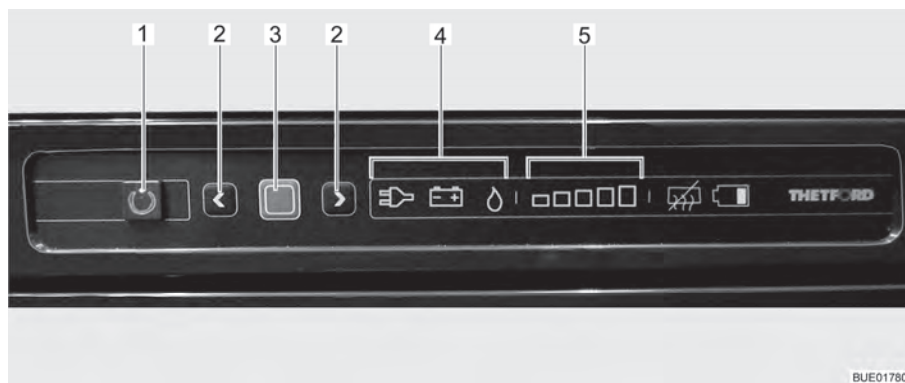

Bild 123 Reglage, knappar för kylskåpet
Det aktuella driftläget visas med en tänd symbol (Bild 123,4) på kontrollenheten.
När kylskåpet slås på väljs automatiskt den senast valda termostatinställningen. Denna inställning kan ändras manuellt med pilknapparna (Bild 123,2). De lysande staplarna på kylnivåindikatorn (Bild 123,5) visar den valda termostatinställningen. Med hjälp av pilknapparna ställs kyltemperaturen in för alla tre energikällorna. Det tar alltid några timmar innan man har en normal drifttemperatur i kylskåpet. Om en omkoppling sker till ett andra driftläge förändras termostatinställningen inte. Kyltemperaturen bibehålls oberoende av den valda energikällan.
- Tryck på på/av-knappen (Bild 123,1) i en sekund. Knappen (Bild 123,1) lyser grönt. Efter ca 10 sekunder dimmas indikeringen automatiskt för att spara ström.
- Tryck ned bekräftelseknappen (Bild 123,3) i cirka 2 sekunder. Symbolerna för driftlägena (Bild 123,4) blinkar.
- För att ändra driftläge tryck på pilknapparna (Bild 123,2).
- För gasdrift välj driftläget gas med hjälp av pilknapparna (Bild 123,2). Nu är gastillförseln öppen. Tändning sker automatiskt. Ett tickande ljud hörs tills tändningsproceduren är klar.
- Tryck på bekräftelseknappen (Bild 123,3).
- Tryck på bekräftelseknappen (Bild 123,3) igen. Kylningsnivån indikeras med de lysande staplarna (Bild 123,5).
- Ändra inställningen genom att trycka på pilknapparna (Bild 123,2) tills önskad inställning visas.
- Tryck på på/av-knappen (Bild 123,1) i cirka 2 sekunder. Alla lampor slocknar. Kylskåpet är avstängt.